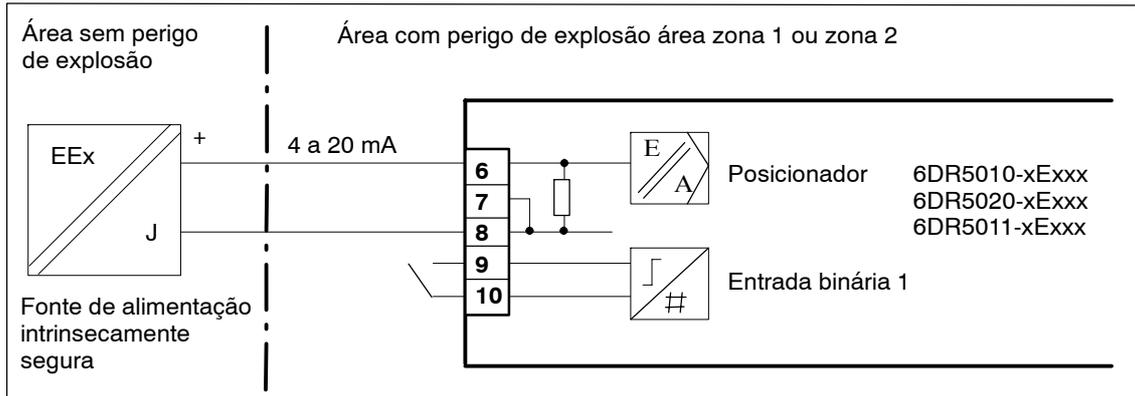

Figura 3-20 Conexão de dois condutores, EEx i
- Conecte uma fonte de corrente ou de tensão adequada (ver figura 3-13, página 57 e figura 3-20, página 61).
- Agora, o posicionador encontra-se no modo manual «P». Na linha superior do mostrador, é indicada a tensão actual do potenciómetro (P) em por cento, p.ex.: «P12.3», e na linha inferior pisca «NOINI»: